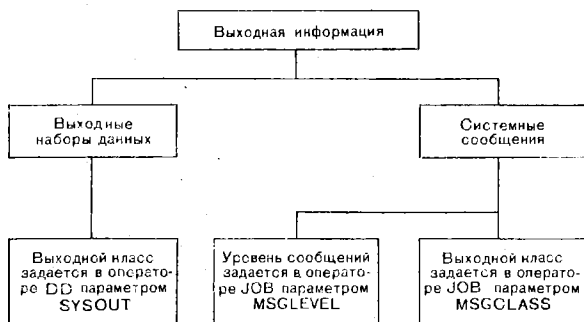

Рис. 3.7. Состав выходной информации.
3.3.3. Уровень и выходной класс системных сообщений. Системные сообщения являются частью выходной информации, выдаваемой системой, которая помогает определить ее состояние во время выполнения задания (рис. 3.7).
Ключевой параметр MSGCLASS задает выходной класс системных сообщений (рис. 3.7). В формате параметра
где задается выходной класс сообщений C. Если параметр MSGCLASS опущен, то выходные сообщения выдаются в стандартном классе A. В соответствии со значением, указанным в параметре MSGCLASS, планировщик ставит задание в выходную очередь SOUT. Всего в SOUT может быть создано до 36 выходных классов (по числу букв алфавита и цифр). Чтобы системные сообщения и выходные наборы данных были выведены на одно устройство вывода, необходимо, чтобы классы, указанные в параметре MSGCLASS и в параметре SYSOUT оператора DD, были одинаковыми (рис. 3.7 и п. 3.5.2).